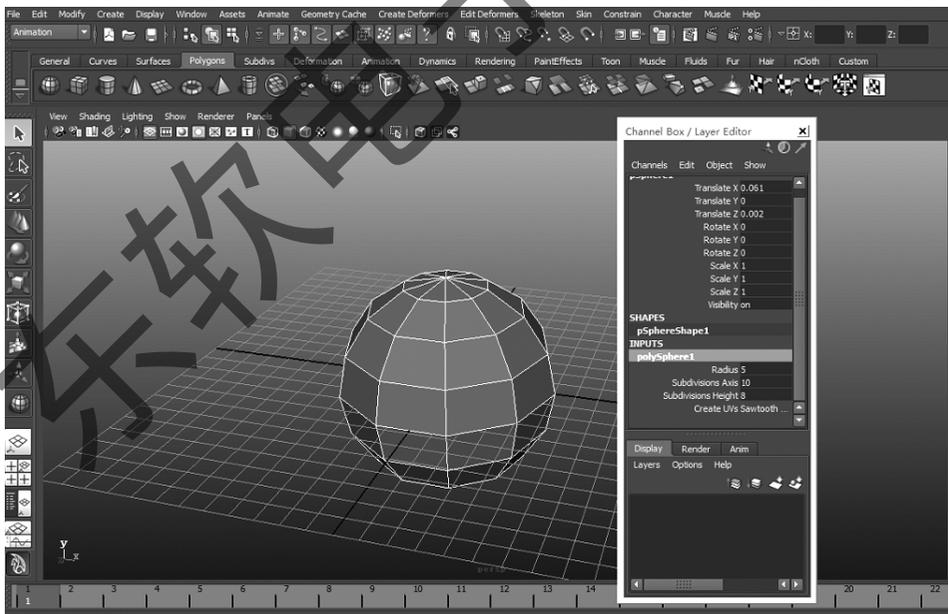

图 4-2 多边形球体图属性框
Step 1:先来看一下对于面挤压的示范,在视窗中创建一个多边形的球体,对其进行属性的调节,如图 4-2 所示。